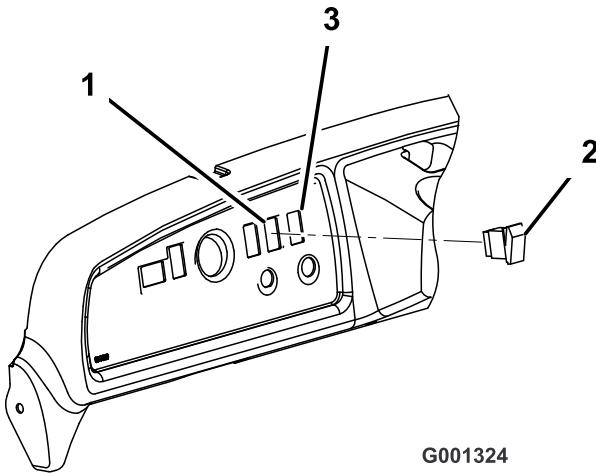

図 9
8. ダッシュボードの右側についている打ち抜きプラグを打ち抜いて外す(図 9)。
9. ダッシュボードのアクセサリ用コネクタにスイッチをはめ込む。スイッチをダッシュボードにはめこむ(図 9)。
10. ダッシュボードのハーネス用コネクタにスイッチをはめ込む。スイッチをダッシュボードにはめこむ(図 9)。